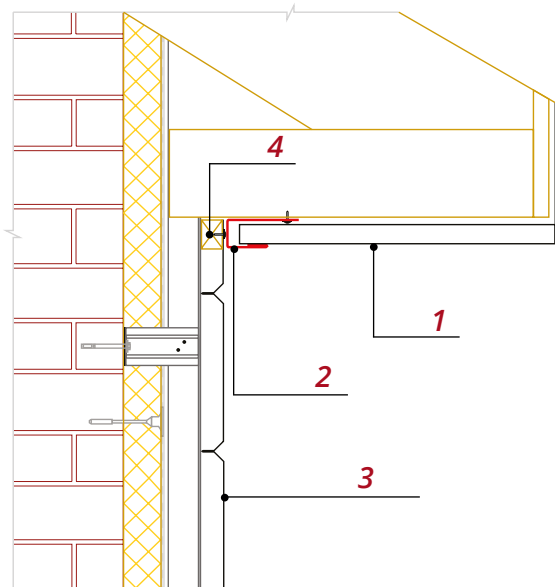

Рис. 25
- Когда подшивка карнизного свеса производится металлическим или пластиковым софитом **1**, край панели **3** закроеется приемным J-профилем или молдингом **2** (рис.25).